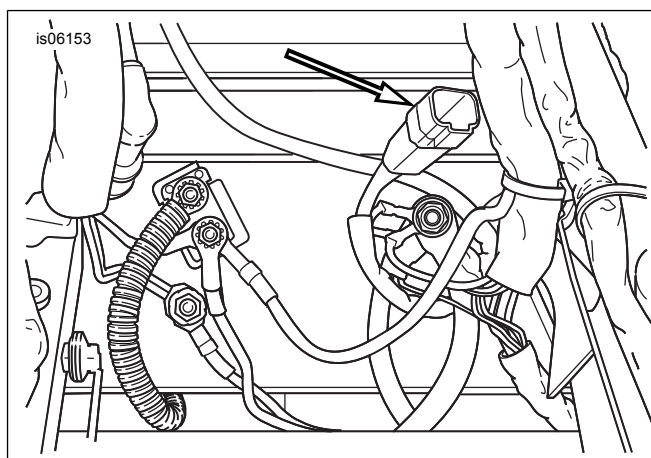

Figura 2. Ubicación del conector de accesorios [4] debajo del asiento
4. Obtenga el arnés adaptador (7) del kit. Vea Figura 2. Localice el conector de accesorios de cuatro vías [4] en el área debajo del asiento. Quite el tapón del conector de accesorios.